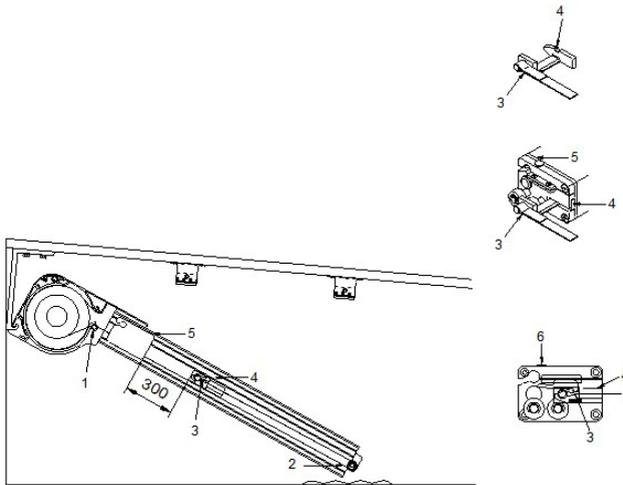

Abb. 14: Einhängen der Zugbänder
- » über die Umlenkrolle im Markisenkasten legen (1 – Abb. 14),
- » unten um die untere Umlenkrolle führen (2 – Abb. 14),
- » Dann die Schlaufen der Zugbänder (3 – Abb. 14) über die Bolzen der Fallstangenschnapper (4 – Abb. 14), befinden sich beim Zubehör, führen.
- » Zugbänder ziehen (ca. 300 mm) und den Fallstangenschnapper (4 – Abb. 14) in den Laufwagen (5 – Abb. 14) einschieben bis dieser eingerastet ist.
- » Zum Entriegeln der Zugbänder entfernen Sie die kleinen Stopfen (6 – Abb. 14) aus den Seitenkappen, stecken Sie einen Schraubenzieher in